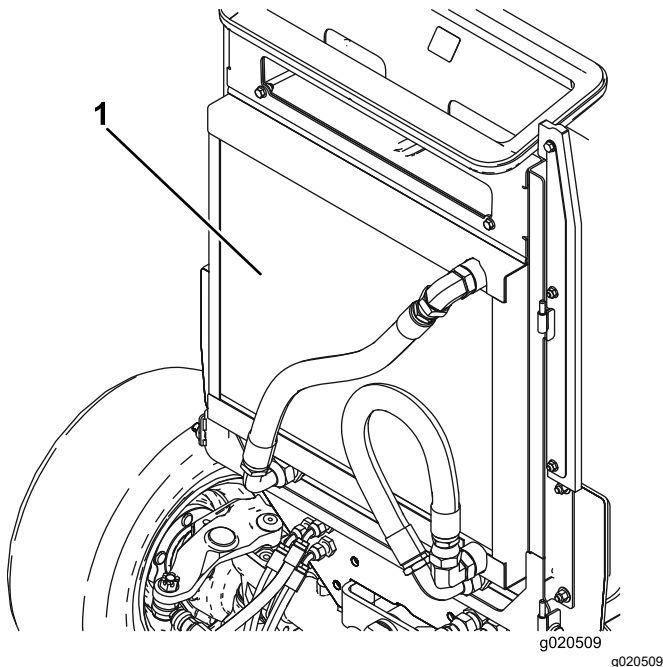

図 118
5. オイルクーラとラジエーターの裏表を圧縮空気で丁寧に清掃する **図 118**。